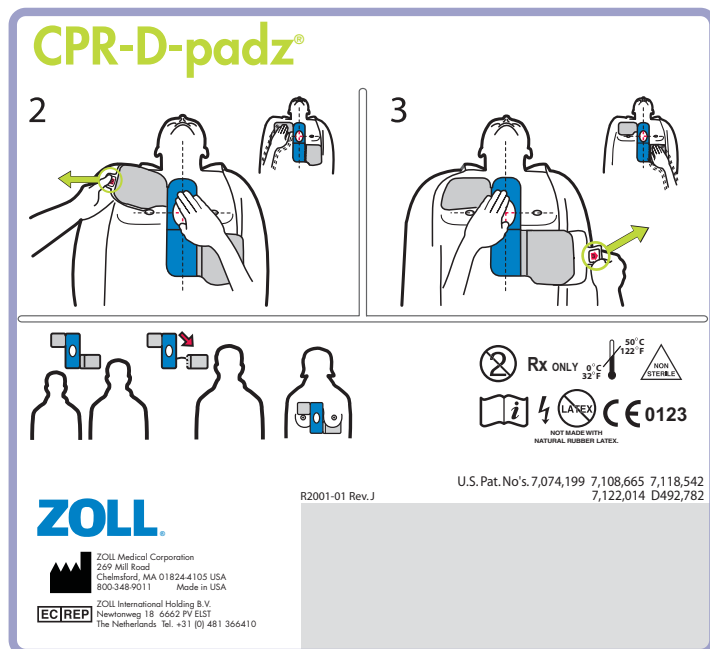

Figure 5 : Installation des électrodes CPR-D-padz
1. Déchirer l'emballage des électrodes pour l'ouvrir et déplier les électrodes. Les orienter comme indiqué sur les schémas (voir Figure 5).